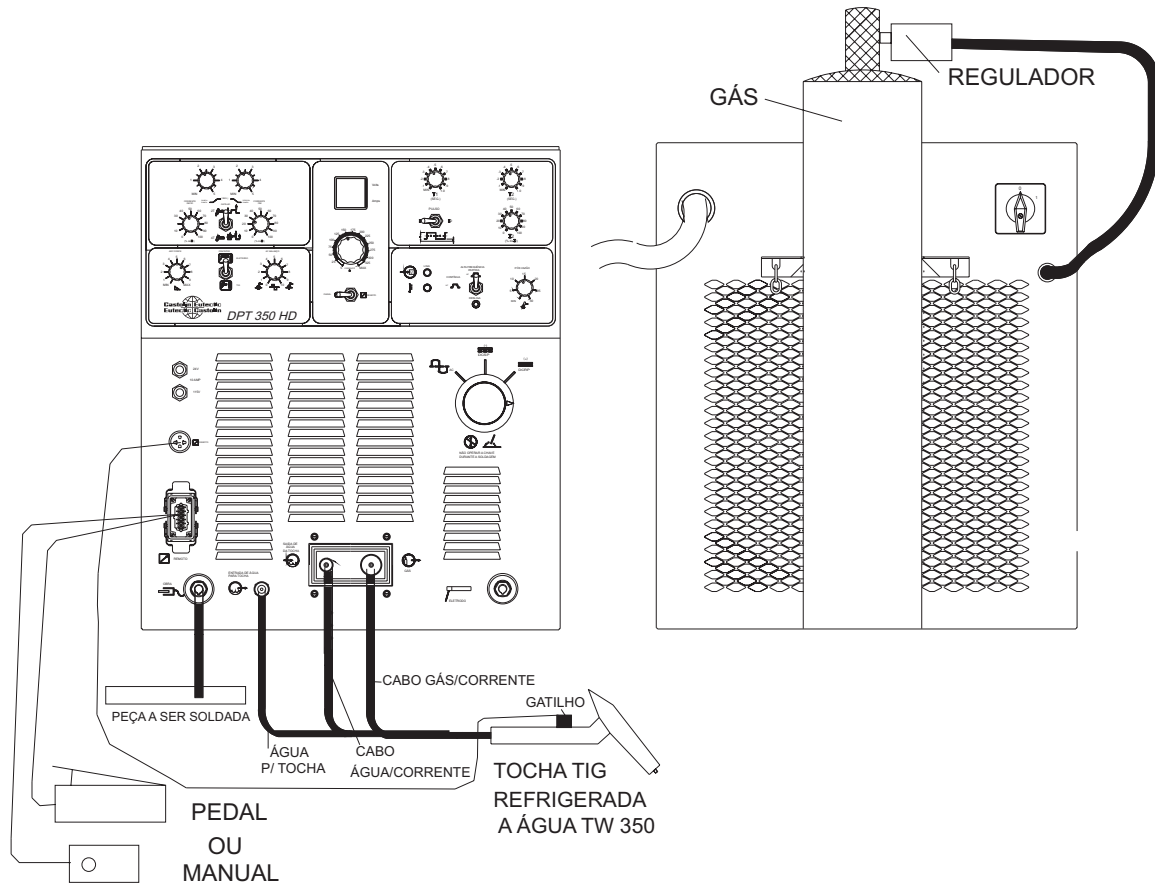

FIGURA 12 - Circuito de soldagem para soldagem com tocha refrigerada a água.
1 Conectar o cabo obra, a tocha TIG e os acessórios conforme a figura 11 ou figura 12 com a chave liga/desliga (30) do painel traseiro desligada.